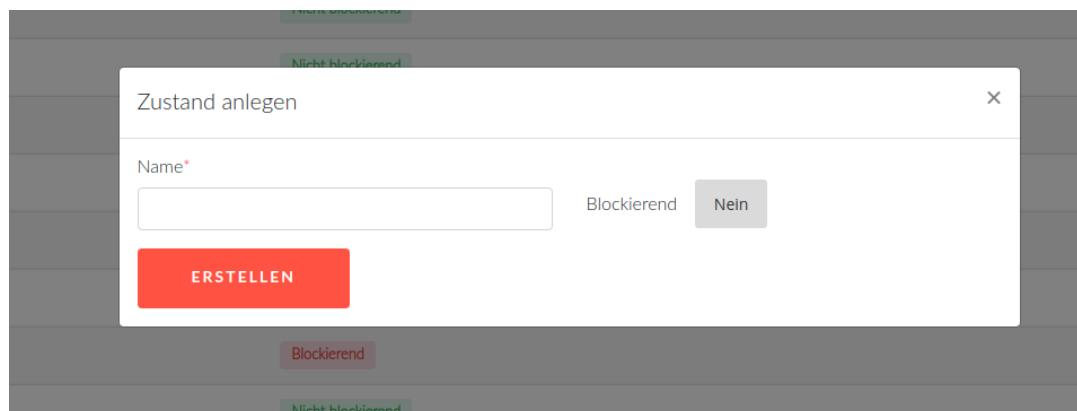

Abbildung 51: Nötige Eingaben für einen neuen Zustand
- Es öffnet sich ein Fenster, welches die Eingabe folgender Daten erwartet: (s. Abb. 51)